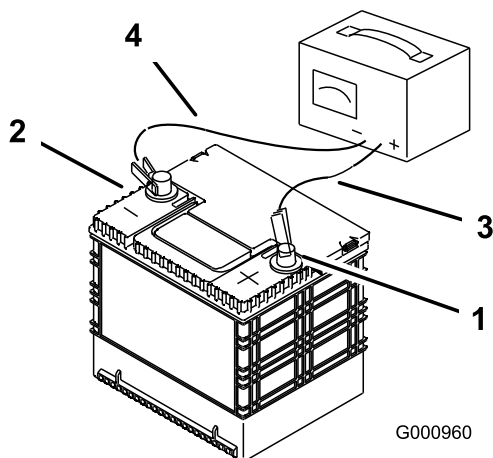

Bild 55
- Wenn die Batterie ganz aufgeladen ist, ziehen Sie den Stecker des Ladegeräts aus der Dose. Klemmen Sie dann die Klemmen des Ladegeräts von den Batteriepolen ab (Bild 55).